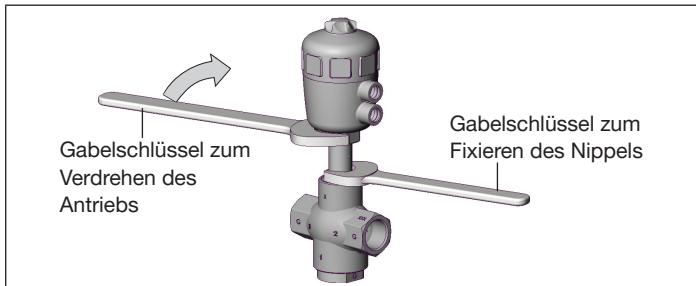

Bild 2: Drehen mit Gabelschlüssel
- Passenden Gabelschlüssel am Sechskant des Antriebs ansetzen (siehe „Bild 2“).
- ▶ Den Antrieb nur im vorgegebenen **Richtungssinn** drehen (siehe „Bild 2“).